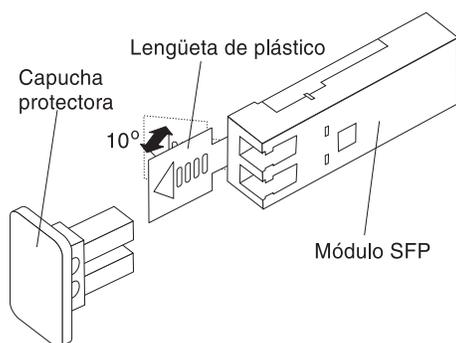

Figura 57. Desbloqueo del pestillo del módulo SFP (variedad de plástico)
- Para los módulos SFP que contienen lengüetas de plástico, desbloquee el pestillo del módulo SFP tirando de la lengüeta de plástico hacia el exterior, hasta formar un ángulo de 10°, tal como se muestra en la Figura 57.